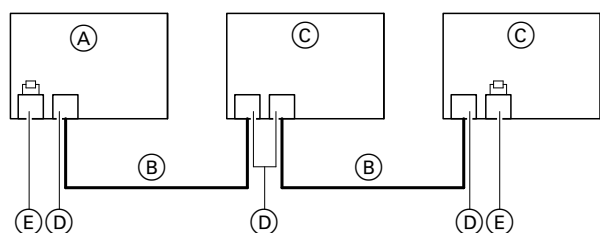

Fig. 55
- El BUS CAN de los equipos ha sido diseñado para la topología del BUS "Línea" con resistencia terminal a ambos lados: Consultar Fig. 55.